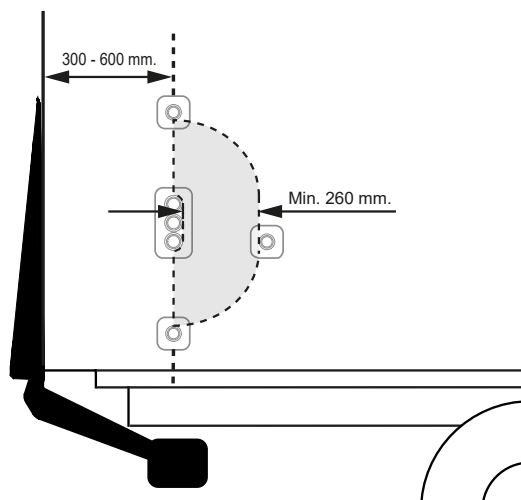

Abbildung 23. Montage der Bedienvorrichtung bei zweihändiger Bedienung
2. Der Abstand zwischen der hinteren Kante des Fahrzeugs und der Mitte der Bedienvorrichtung muss 300-600 mm betragen. Der Abstand zwischen den Bedienvorrichtungen muss mindestens 260 mm betragen. Siehe Abbildung 23.